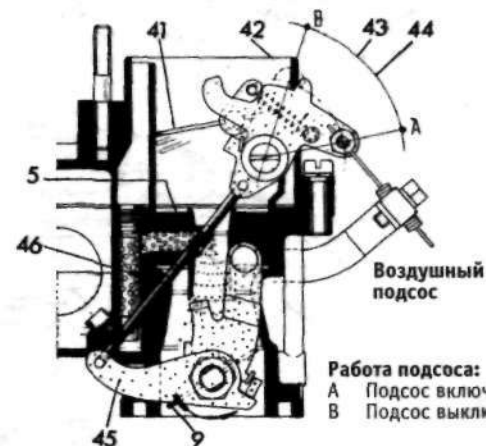

Рис.3.4. Карбюратор Weber 32 IBA20 — схема работы отдельных узлов (раздел 8):
2. При рабочих оборотах двигателя топливо проходит через игольчатый клапан в поплавковую камеру (см. рис. 3.4). Положение иглы клапана управ-
3. На рис.3.4 показано устройство системы вентиляции картера при холостом ходе двигателя (А) и на рабочих оборотах (В). Устройство состоит из поворотного клапана, связанного с осью и рычагом дроссельной заслонки. Этот клапан направляет газы, идущие по специальному каналу из картера, через щель в пространство под дроссельной заслонкой. Во время холостой работы двигателя газы засасываются внутрь через калиброванное отверстие.
При вытягивании ручки подсоса рычаг становится в положение "А" (см. рис.3.4) и воздушная заслонка перекрывает выпуск воздуха в карбюратор в то время, как дроссельная заслонка немного открывается через посредство рычагов "45" и "44" и тяги "46".
После достижения нормальной рабочей температуры двигателя ручка подсоса устанавливается на место и подсос полностью выключается ("В" на рис.3.4). Воздушная заслонка удерживается тягой в полностью открытом положении, а дроссельная заслонка встает в свое нормальное положение в режиме холостого хода.